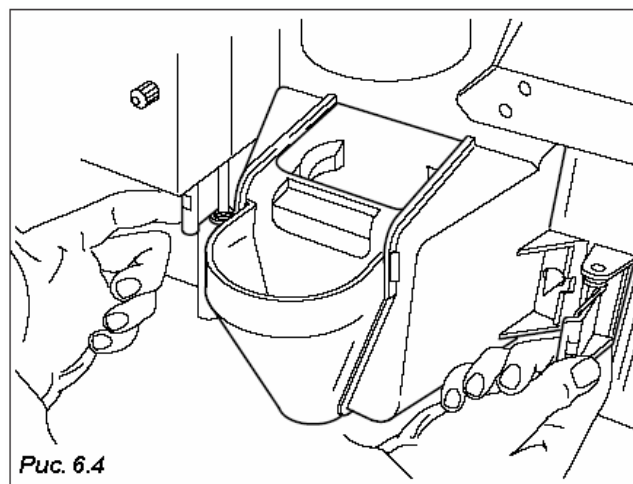

Рис. 6.4
- раздаточную камеру (Рис. 6.4);